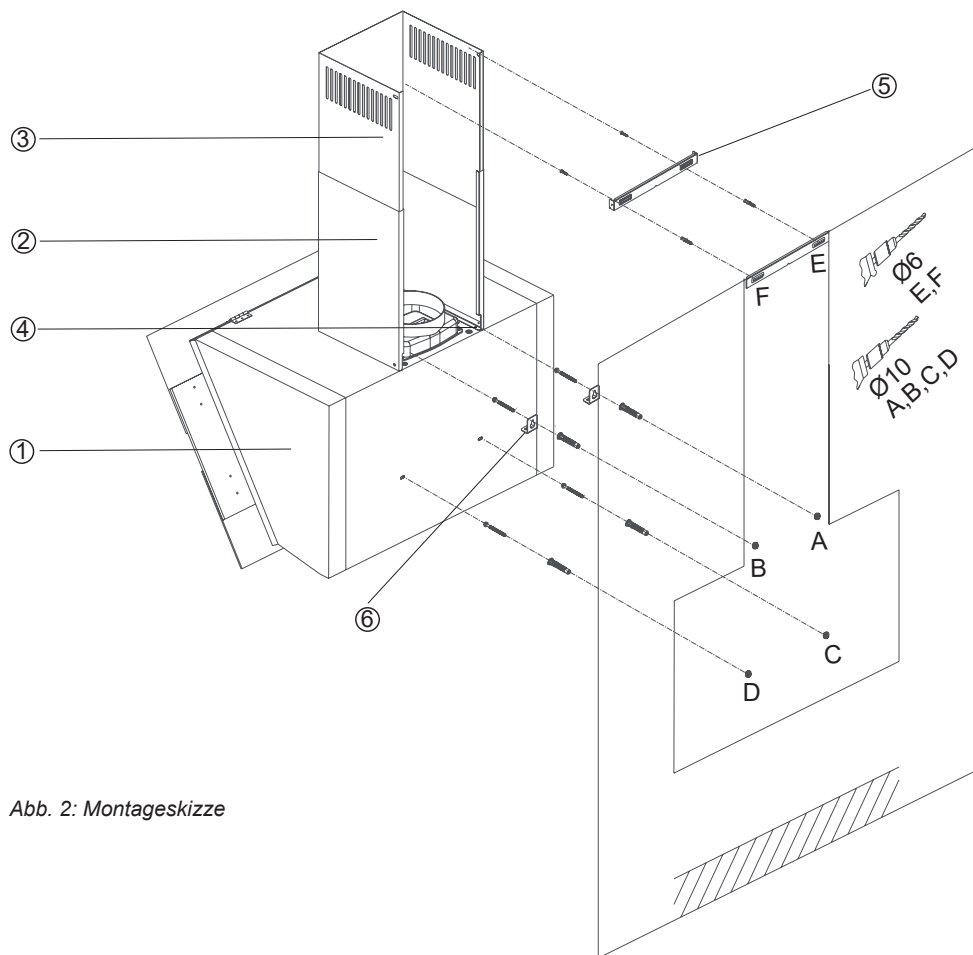

Abb. 2: Montageskizze
Der Elektroanschluss erfolgt an eine Steckdose die hinter dem Grund- oder Teleskop-schacht (⇒ Abb. 2) anzubauen ist.
- Löcher der Befestigungspunkte A, B, C und D bohren, Dübel einsetzen und die Schrauben an den Punkten A+B zu  $\frac{3}{4}$  eindrehen ( $\Leftrightarrow$  Abb. 2) Die Montagewinkel oben hinten am Haubenkörper mit den 2 Schrauben M5 befestigen ( $\Leftrightarrow$  Abb. 2 ).